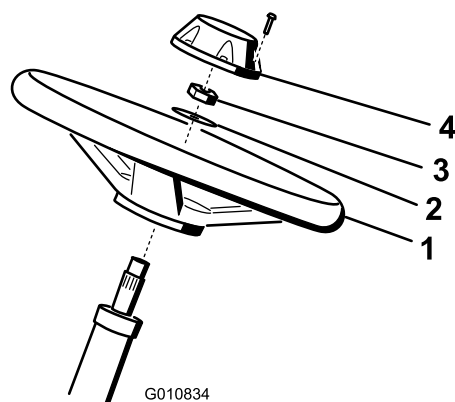

Figure 4
1. Glissez le volant sur l'arbre de direction (Figure 4).
2. Glissez la rondelle sur l'arbre de direction (Figure 4).
3. Fixez le volant sur l'arbre au moyen d'un écrou de blocage serré à un couple de 27 à 35 N·m (Figure 4).
4. Fixez le couvre-moyeu au volant avec une vis (Figure 4).